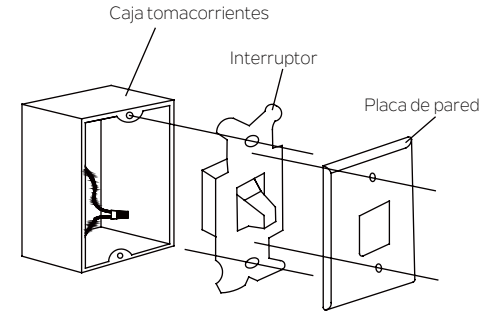

Fig. 27
Paso 1. Retirar la placa de pared existente y el interruptor viejo de la caja tomacorrientes de pared. Cablear la tuerca de los cables NEGROS (caliente) juntos y empujar hacia atrás dentro de la caja tomacorrientes de pared (Fig. 27) o seleccione la ubicación deseada con una nueva caja tomacorrientes de pared.